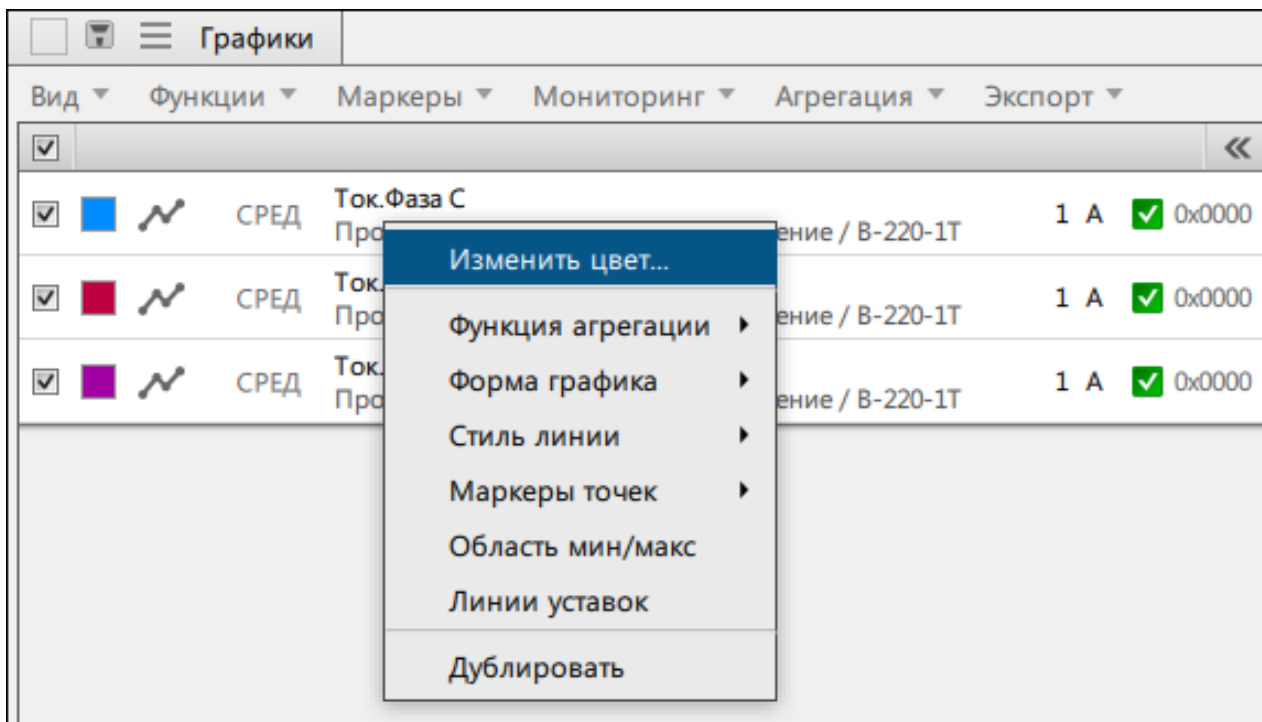

Рисунок 101 - Контекстное меню сигнала
1. Нажмите *ПКМ* по выбранному сигналу из списка сигналов (Рисунок 101).